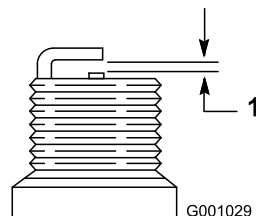

Figure 49
7. Réglez l'écartement des électrodes de la nouvelle bougie à 0,76 mm (0,030 po) (Figure 49).